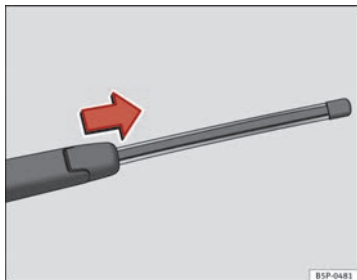

Abb. 169 Heckwischerblatt abnehmen
- Klappen Sie den Scheibenwischerarm von der Heckscheibe weg ⇒ Abb. 169.
- Schieben Sie den Wischerblattadapter in Pfeilrichtung und ziehen Sie das Wischerblatt ab ⇒ Abb. 169.